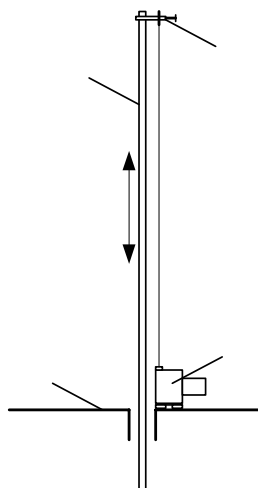

Рис. 5. Установка датчика на выключатель типа МКП
3. Установить датчик на площадку для установки вибрографа или на поверхность выключателя (рис.5). Магнитные «присоски» 6 должны обеспечить надежное закрепление датчика на площадке. Если это не получается, закрепить датчик струбциной.